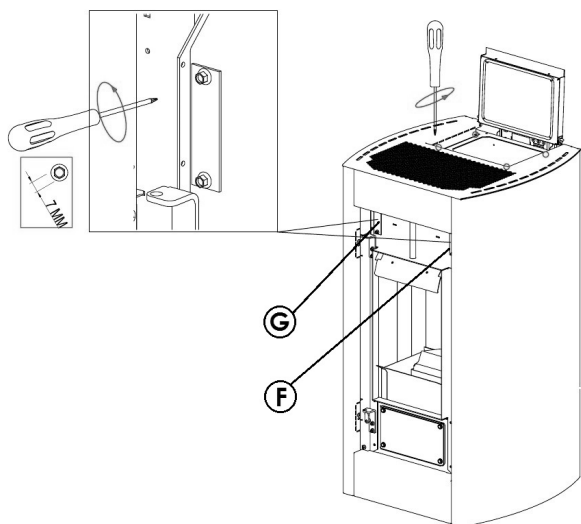

Fig. 84 - Remoção das placas
- Quando a estufa estiver fria, abrir a porta, remover a placa "F" removendo os dois parafusos (ver **Fig. 84**).